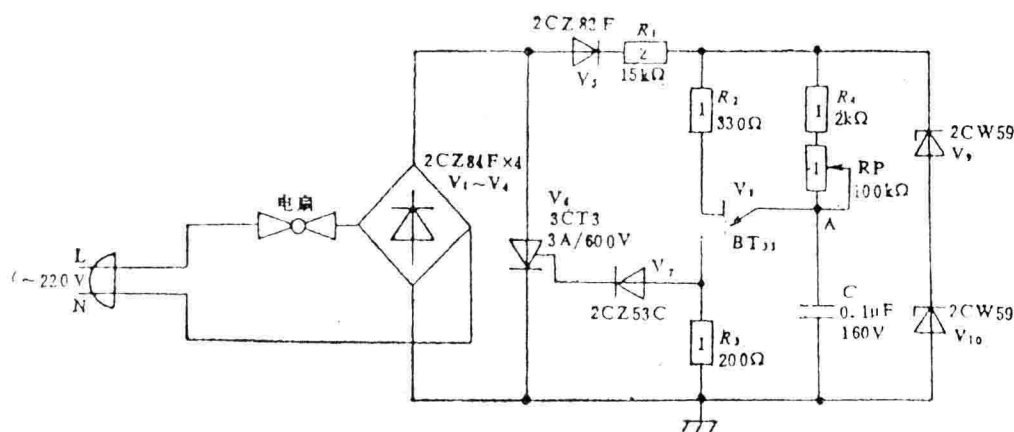
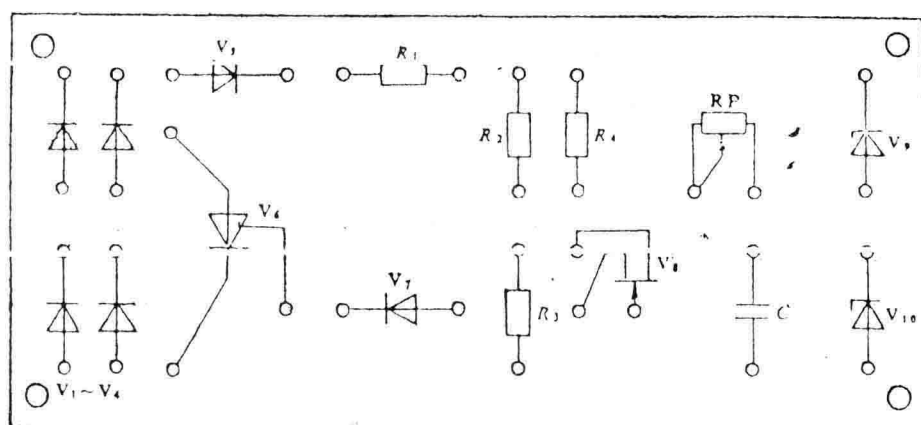

图1 电气原理图
图2 元件布置图
- 1、预习电路工作原理（见图 1），做好电路安装和调试前的各项准备。
- 2、按图 1 和图 2 安装接好电路：电风扇的一根支线应通过电源插头直接与相线相接，另一根支线接电路的输入端（见图 1）。